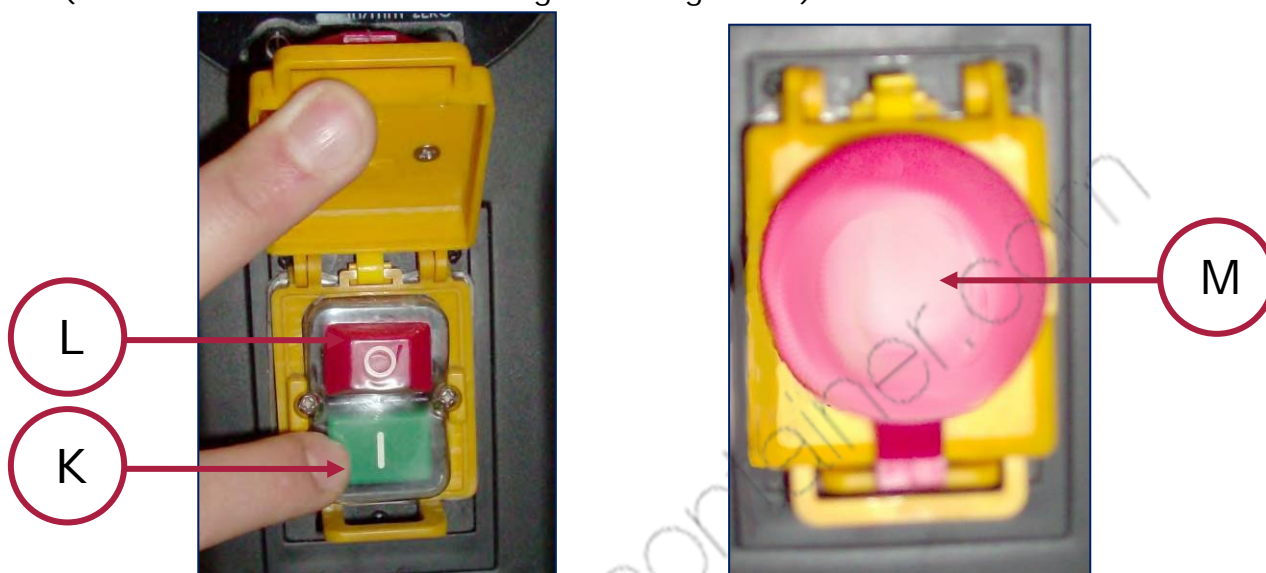

Figura 12 – Pulsante di avvio/arresto e emergenza
Sui quadri di comando dei torni, sono presenti gli interruttori di accensione ed arresto del motore (sotto la calottina rossa di emergenza – Figura 12).
Sul quadro comandi è presente una calottina per l'arresto d'emergenza (Figura 12). Per arrestare la macchina, in casi di emergenza, premere il pulsante rosso. Quando si applica una pressione su di esso, viene interrotto il moto del motore elettrico e del mandrino.
4. Azionare l'interruttore di accensione verde "I" (Figura 12).
6. Terminata l'operazione, allontanare l'utensile dal pezzo arrestare la macchina agendo sull'interruttore rosso O (di arresto – Figura 12).